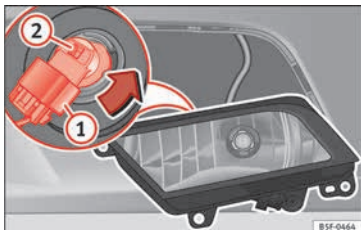

Abb. 97 Nebelscheinwerfer
- Drehen Sie den Lampenträger » Abb. 97 ② nach links und ziehen Sie.
- Ziehen Sie den Stecker » Abb. 97 ① von der Lampe ab.